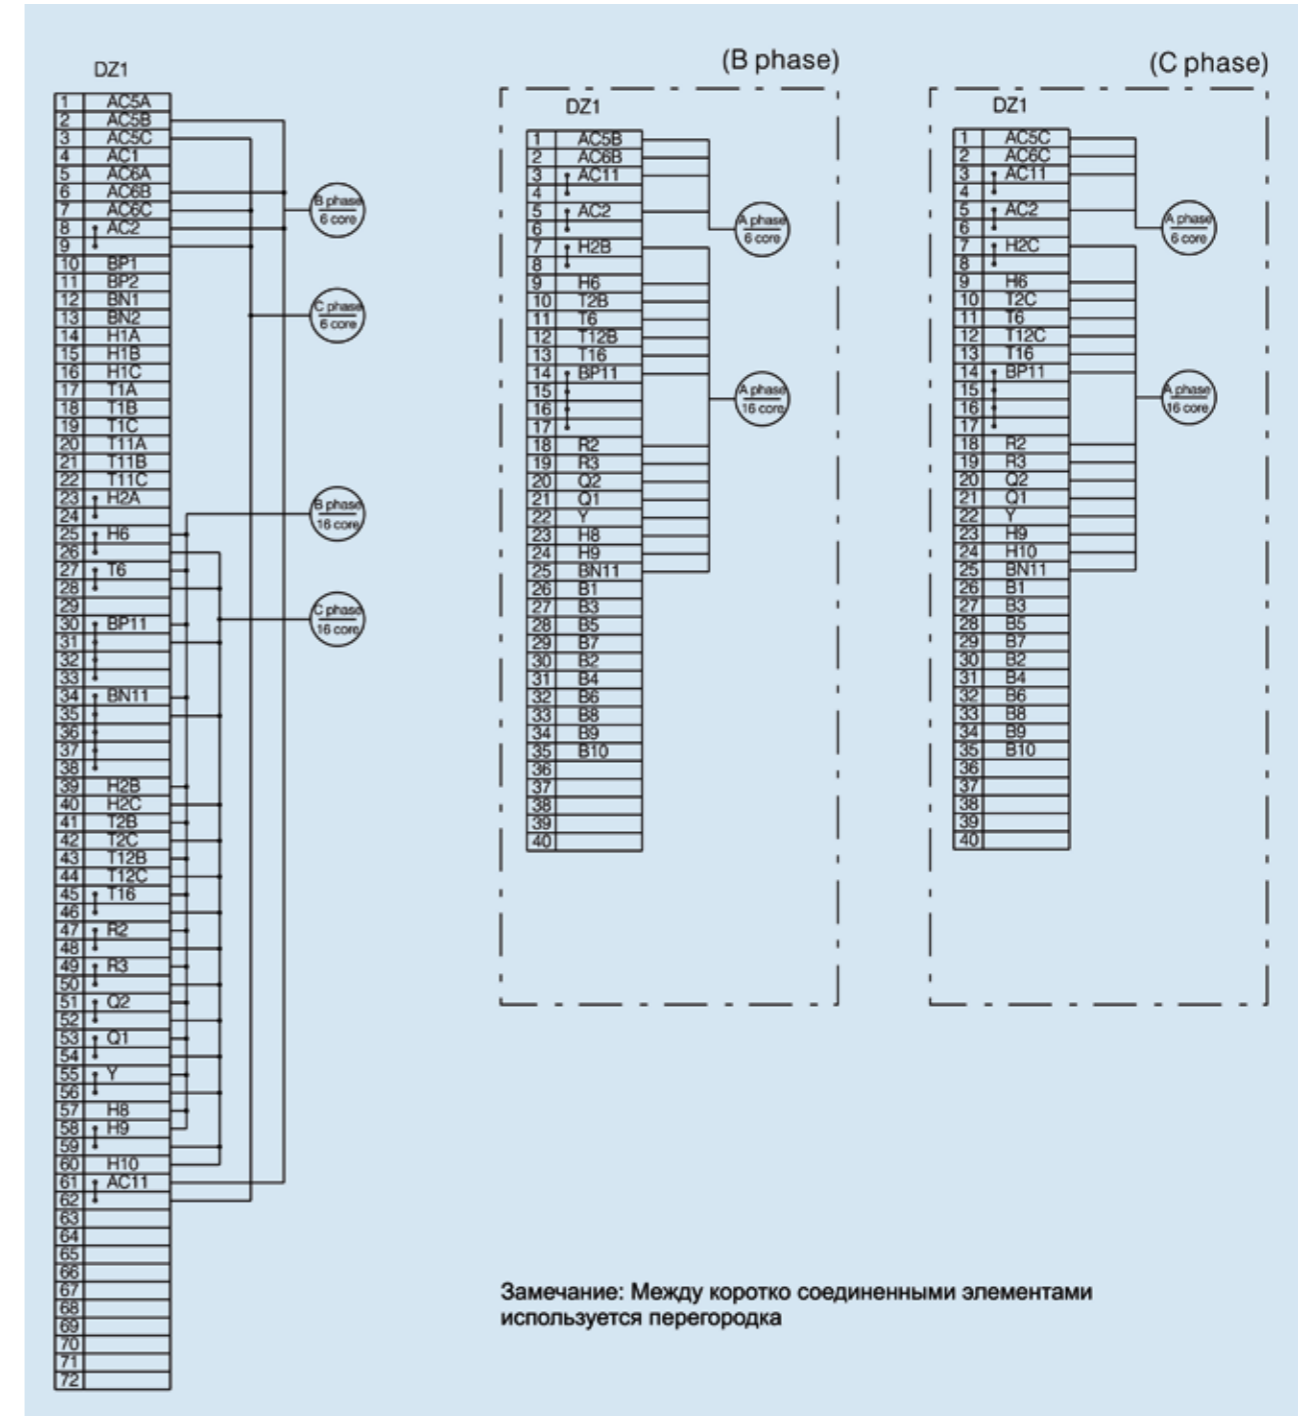

Рис. 6.9 Схема кабельной проводки
- Схема кабельной проводки (см. рис. 6.9)